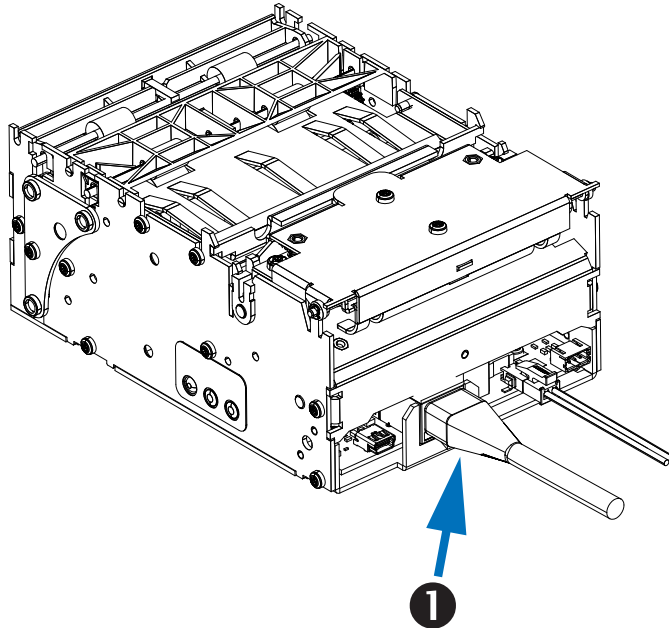

図 4-16・イーサネット接続
詳細については、図 4-16 を参照してください。USB/ イーサネット KR403 は、メイン・ロジック・ボード ❶ に常駐する RJ45 イーサネット接続が含まれます。CAT5、CAT5e、および CAT6 ケーブルと互換性があります。ケーブルはプリンタに付属していません。インテグレータに 802.3 準拠のケーブルが付属しているはずです。